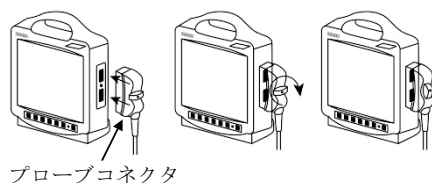

図 2
1) 超音波プローブのプローブコネクタを、超音波スキャナ本体横のプローブコネクタ接続部に差し込み、ロックする (図 2)。